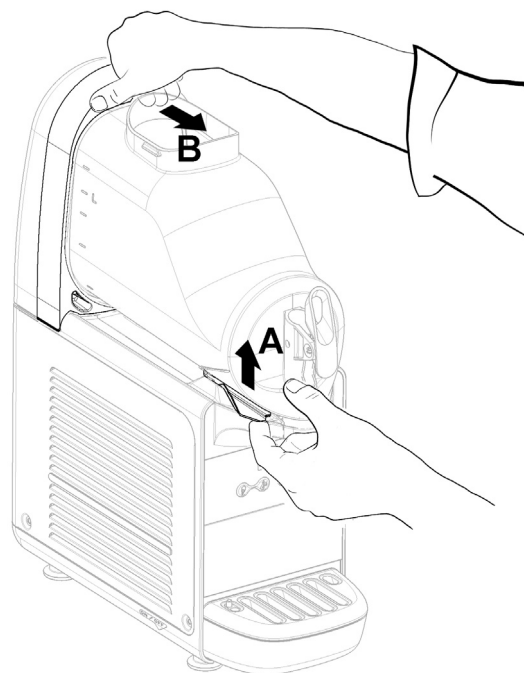

figura 3
**2** Per smontare il contenitore è necessario spingere verso l'alto l'apposita leva (vedere figura 3) e quindi sfilare il contenitore